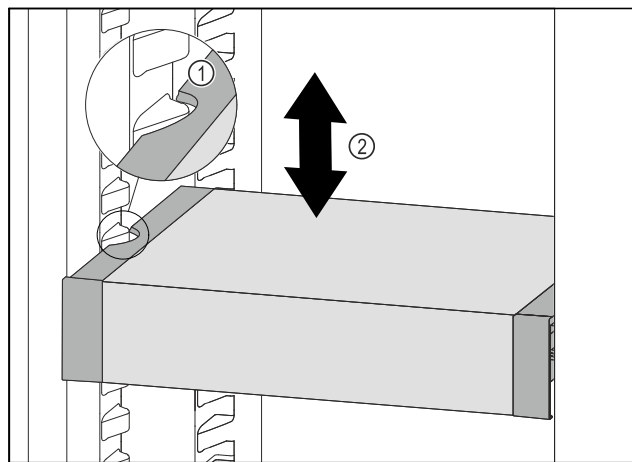

Fig. 106
- ▶ Predal VarioSafe povlecite v smeri naprej, dokler nista stranska izreza predala VarioSafe na višini nastavka za posodo v hladilniku. Fig. 106 (1)
- ▶ Predal VarioSafe premikajte v hladilniku gor ali dol, dokler ne dosežete želene višine. Fig. 106 (2)